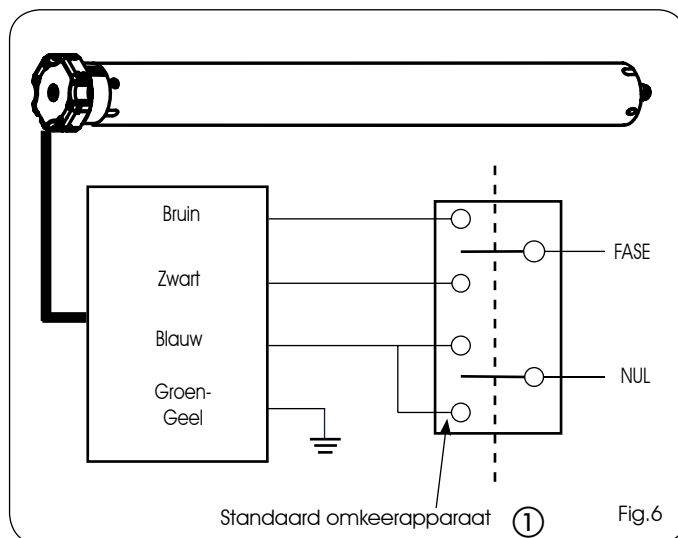

Fig.6
- 5) Als de draairichting niet juist is, moet de voeding worden uitgeschakeld en moeten de zwarte en de bruine draad op de wisselschakelaar worden verwisseld (Fig.6 ref. ①). Controleer vervolgens de werking weer.